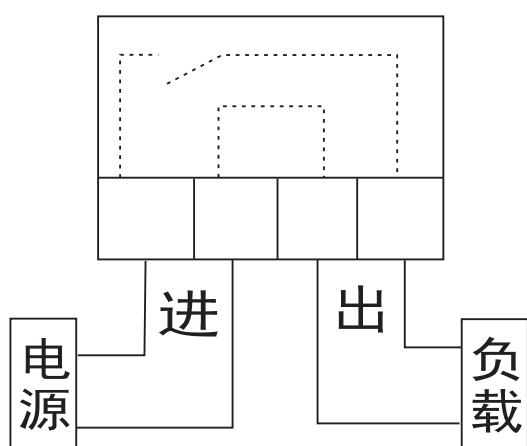

图5
5.9 直接控制方式的接线：负载功率不超过本产品的额定控制功率，可采用直接控制方式；接线方法(如图5)所示。